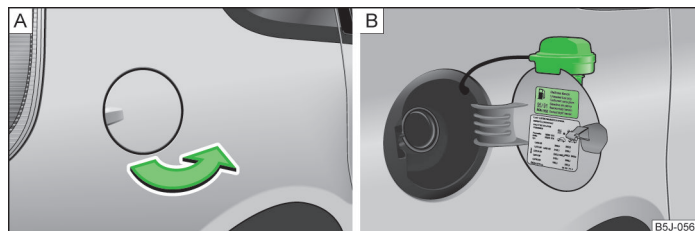

Fig. 125 Partea dreaptă spate a autovehiculului: Clapeta rezervorului / Clapeta rezervorului cu capacul înșurubat
Pe interiorul clapetei rezervorului sunt menționate tipurile adecvate de carburant pentru autovehiculul dvs » fig. 125 la pagina 155 - [B].
- Deschideți cu mâna clapeta rezervorului de combustibil » fig. 125 - [A].
- Desfaceți bușonul rezervorului spre stânga și fixați-l de sus pe clapeta rezervorului » fig. 125 - [B].